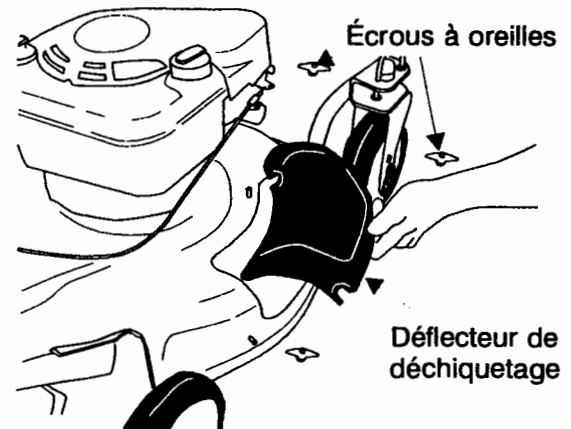

Figure 8
1. Enlevez les écrous à oreilles retenant le déflecteur de déchiquetage (voir la figure 8) ou la goulotte d'éjection latérale (voir la figure 12). Retirez le bouchon ou la goulotte d'éjection.
1. Retirez les trois écrous à oreilles en plastique et le couvercle de déchiquetage. Voir la figure 8.